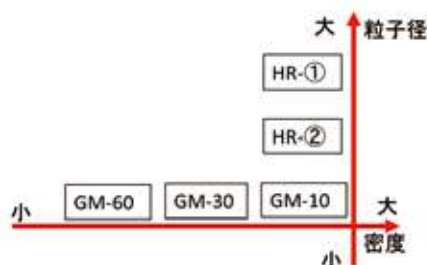

図1 各試料の粒子径、粒子密度の関係
大槻工業株式会社からご提供いただいた粒子径が異なるフィルム3種類(GM-60、GM-30、GM-10)と、粒子密度の異なる3種類(HR-①、HR-②、GM-10)を用いて実験を行いました。各資料の粒子径、粒子密度の大きさの関係は図1のとおりになっています。